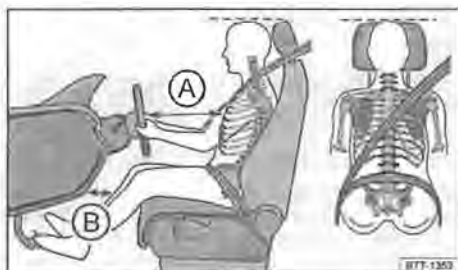

Fig. 18 Giusta distanza del conducente dal volante, corretto posizionamento della cintura di sicurezza e del poggiatesta
- Regolare il sedile in modo tale che la distanza tra il volante stesso e il torace sia di almeno 25 cm (circa 10 pollici) → fig. 18 (A) e che, tenendo le braccia leggermente piegate, si possa afferrare il volante con entrambe le mani lungo il bordo laterale esterno.
- Posizionare il sedile del conducente in modo che si riescano a premere fino in fondo i pedali senza dover distendere completamente le gambe e che la distanza delle ginocchia dalla plancia sia di almeno 10 cm (circa 4 pollici) → fig. 18 (B).
- Regolare l'altezza del poggiatesta in modo che il suo bordo superiore venga a trovarsi allo stesso livello della sommità del capo e comunque non più in basso degli occhi. Tenere sempre la testa il più vicino possibile al poggiatesta → fig. 18.